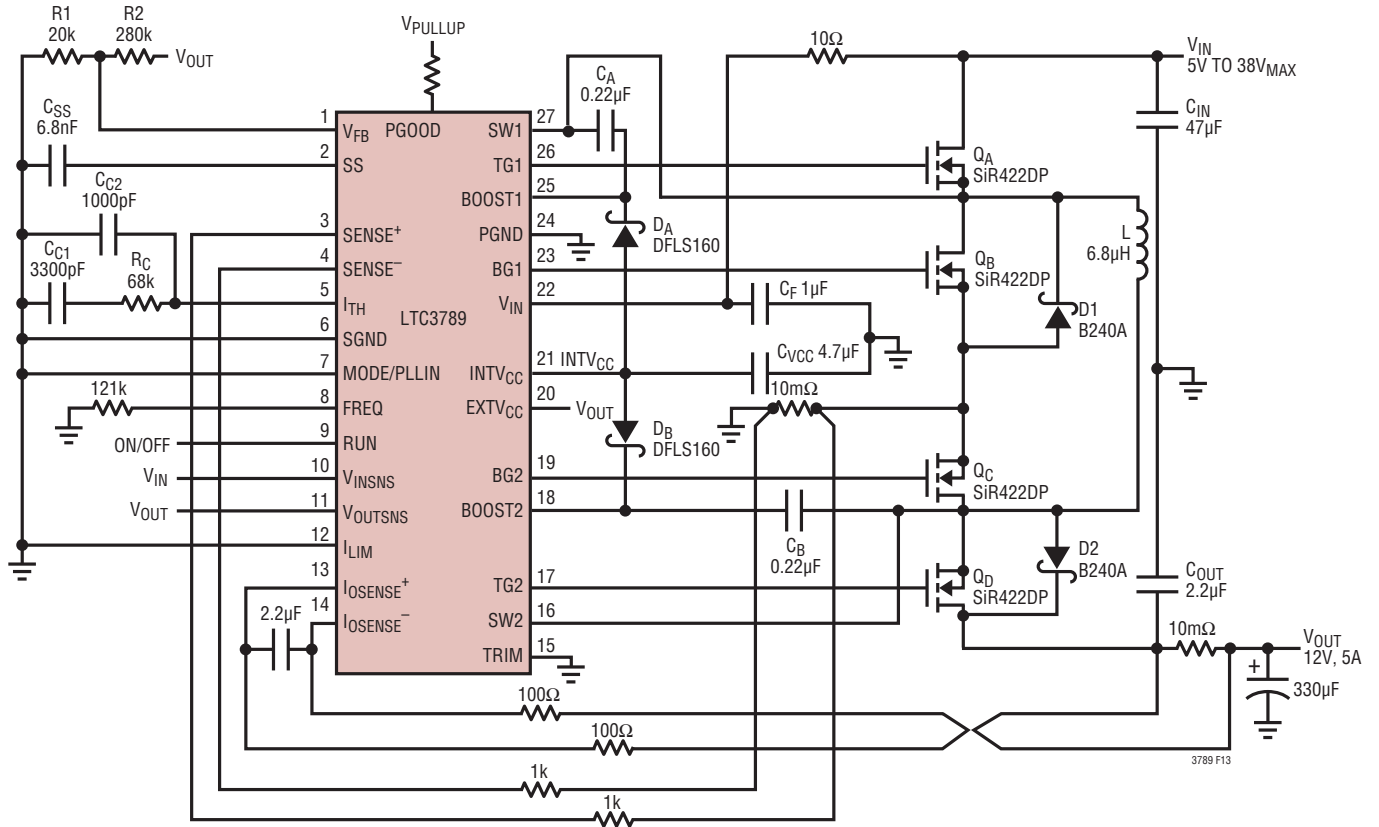

図 13. LTC3789 の 12V/5A 昇降圧レギュレータ
図13に示されているように、BOOST1ピンとBOOST2ピンに接続されている外付けブートストラップ・コンデンサのCAとCBは、トップサイドMOSFETスイッチのAとDのゲート・ドライブ電圧を供給します。トップ・スイッチAがオンすると、スイッチ・ノードSW1はVINに上昇し、BOOST1ピンは約VIN + INTVCCに上昇します。ボトム・スイッチBがオンすると、スイッチ・ノードSW1は“L”に低下し、昇圧コンデンサCAはINTVCCからDAを通して充電されます。トップ・スイッチDがオンすると、スイッチ・ノードSW2はVOUTに上昇し、BOOST2ピンは約VOUT + INTVCCに上昇します。ボトム・スイッチCがオンすると、スイッチ・ノードSW2は“L”に低下し、昇圧コンデンサCBはINTVCCからDAを通して充電されます。昇圧コンデンサのCAとCBはトップ・スイッチのAとDが必要とするゲート電荷の約100倍を蓄電する必要があります。ほとんどのアプリケーションでは、0.1μF～0.47μFのX5RまたはX7Rの誘電体を使ったコンデンサで十分です。
- 全ての層の全ての未使用領域を銅で覆います。銅で覆うと電力部品の温度上昇が小さくなります。これらの銅領域はDCネットのどれか( $V_{IN}$ または $GND$ )に接続します。PCボードをレイアウトするときには、以下のチェックリストを使用してLTC3789が正しく動作するようにします。これらの項目は図13にも示されています。